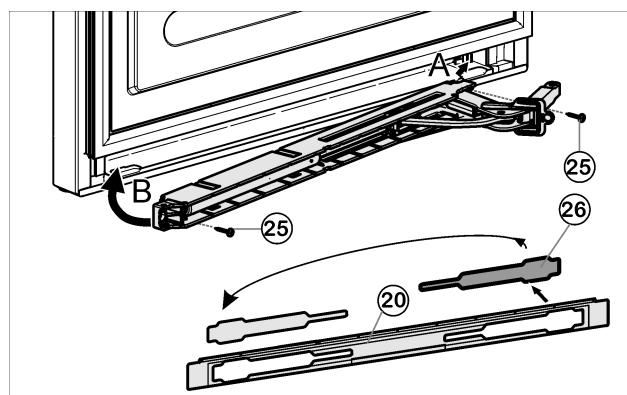

Fig. 15
- ▶ Suelte la cubierta *Fig. 15 (26)* del panel *Fig. 15 (20)* y vuélvala a colocar en el otro lado.
- ▶ Enganche (A) la unidad de amortiguador de cierre con la articulación orientada hacia el lado de la bisagra y gírela hacia dentro (B).
- Atornille la unidad de amortiguador de cierre (2 Torx® 15) Fig. 15 (25).